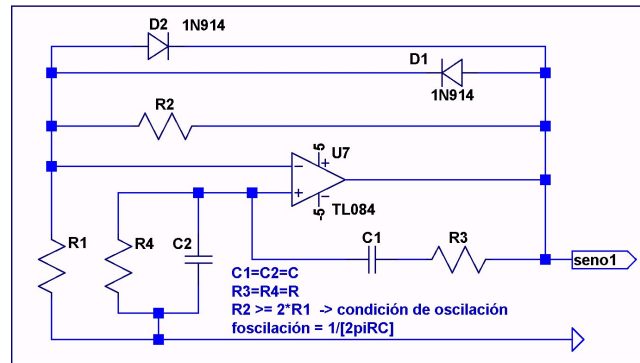

Figura 2: Oscilador sinusoidal.
- Usando uno de los cuatro operacionales del integrado TL084, monte el circuito de la Figura 2.
La resistencia  $R2$  debe ser algo mayor que  $R1=1k\Omega$  para que se produzca la oscilación, pero cuanto mayor sea, más se distorsiona la señal sinusoidal. En la práctica  $R2$  es un potenciómetro de  $5k\Omega$  que se regulará para obtener una sinusoidal lo mejor posible. La frecuencia de oscilación depende del producto  $RC$  (ver Figura 2). Utilice los condensadores de  $330nF$  y los resistores de  $2.2k\Omega$ . Mida los valores con el multímetro y anote los valores: